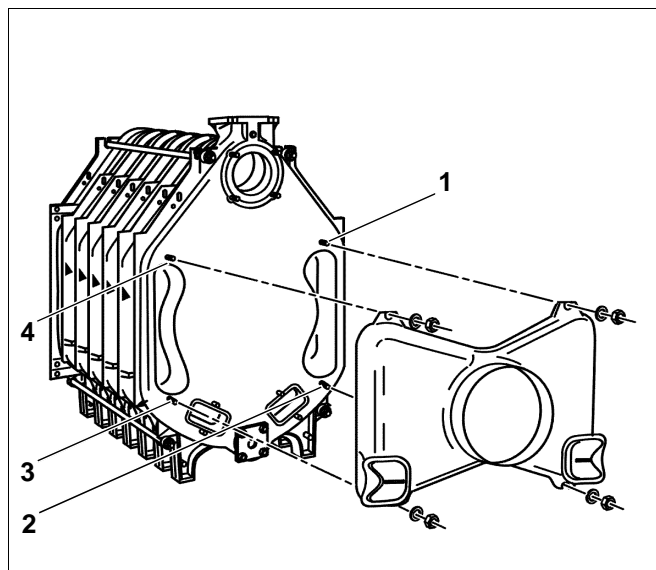

Fig. 26 Montaggio del collettore dei gas di scarico
- Mettere il collettore dei gas di scarico sui quattro perni a vite dell'elemento posteriore (fig. 26, pos. 1 - 4) ed avvitarlo con rondelle e dadi.